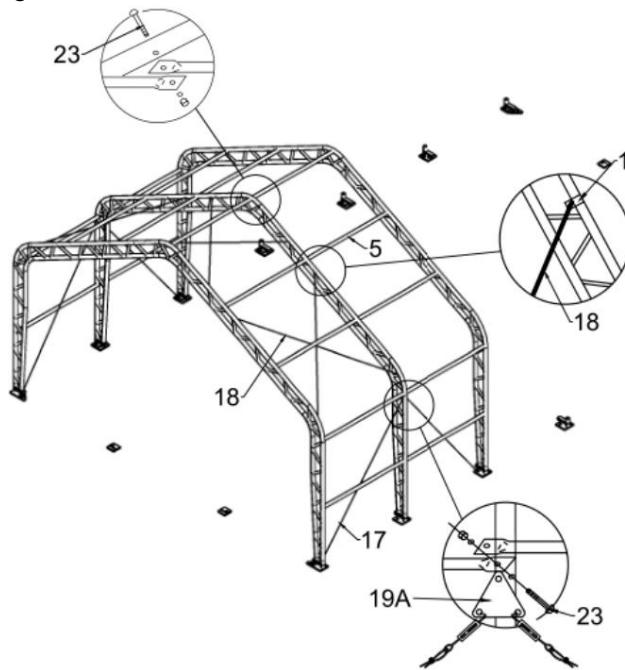

Figure 5
2. La figure 4 montre comment connecter le tube plié du toit (n° 1), le tube plié du mur latéral (n° 2), le tube plié de l'épaule (n° 3) et le pied debout (n° 4) avec le boulon de carrosserie 8x80 (n° 22), puis placer l'arche dans le tube de la bride de base à l'aide d'un palan et assembler chaque groupe d'arches à tour de rôle (voir la figure 5).
3. Connectez la panne (n° 5) à l'arche en utilisant le boulon de carrosserie 10x90 mm (n° 23) tour à tour (voir Figure 5), puis connectez le fil d'acier (n° 17 et n° 18) sur le dessus et sur le côté en utilisant le clip (n° 19) (voir Figure 5).